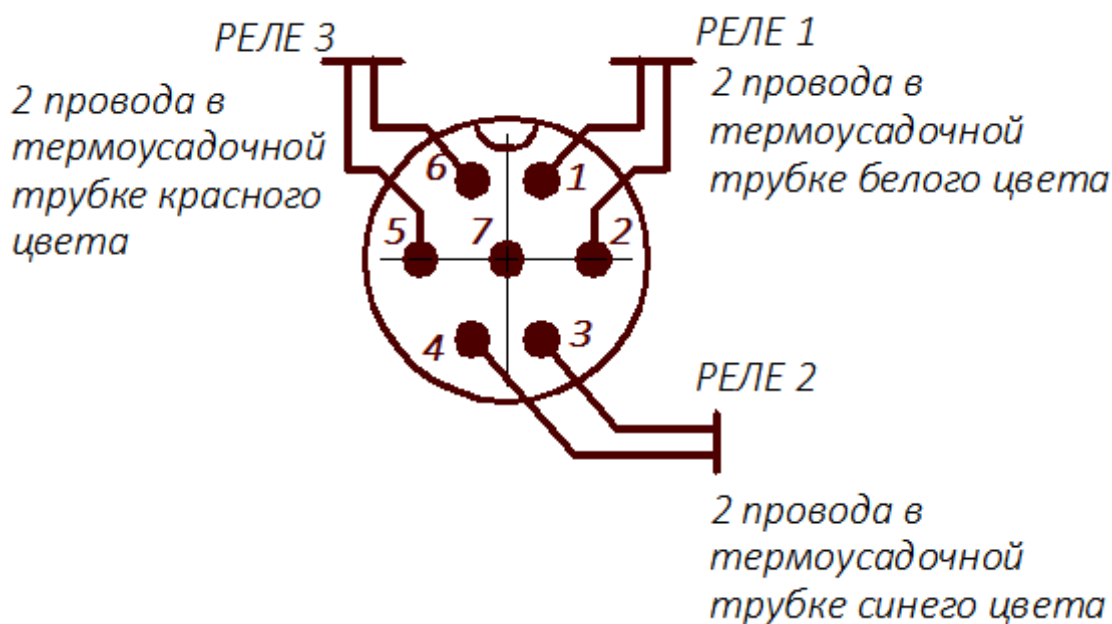

Рисунок 8 - Схема подключения блочной вилки разъема СК (вид на корпус).
2.2.4.6.1 Состояние контактов разъема СК при выключенном приборе и концентрации вредного вещества в анализируемом воздухе больше пороговой показаны на рис. 8. Контакты «1» и «2» замкнуты. При установке одного порога срабатывания сигнализации РЕЛЕ 2 не задействовано.